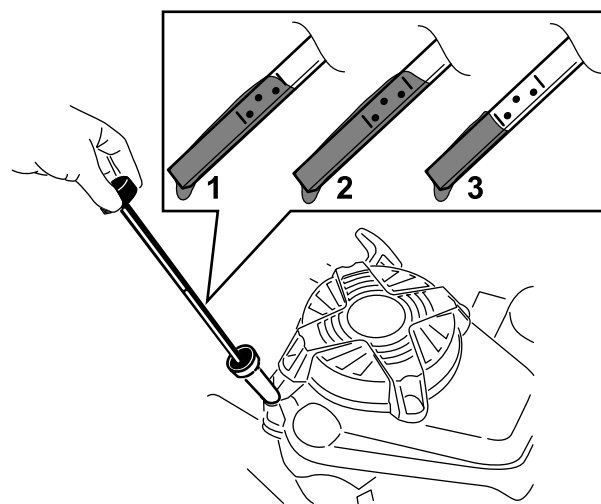

Figure 6
- Vérifiez le niveau d'huile indiqué par la jauge (Figure 6).
- Tournez le bouchon dans le sens antihoraire et sortez la jauge (Figure 6).